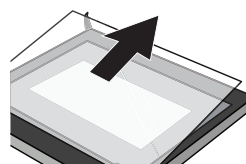

Figure 5
5. Poussez le verre dans la position indiquée par la flèche sur la figure 5.